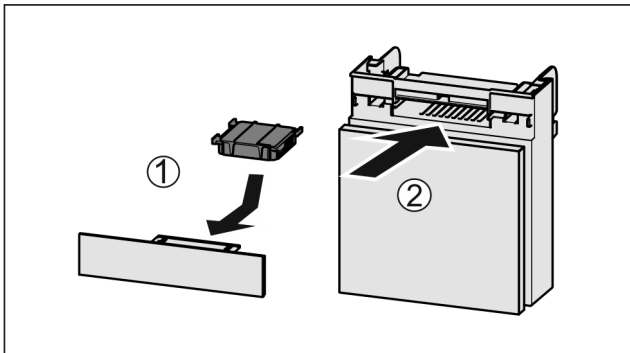

Fig. 143
- Introduzca el compartimiento Fig. 143 (2).